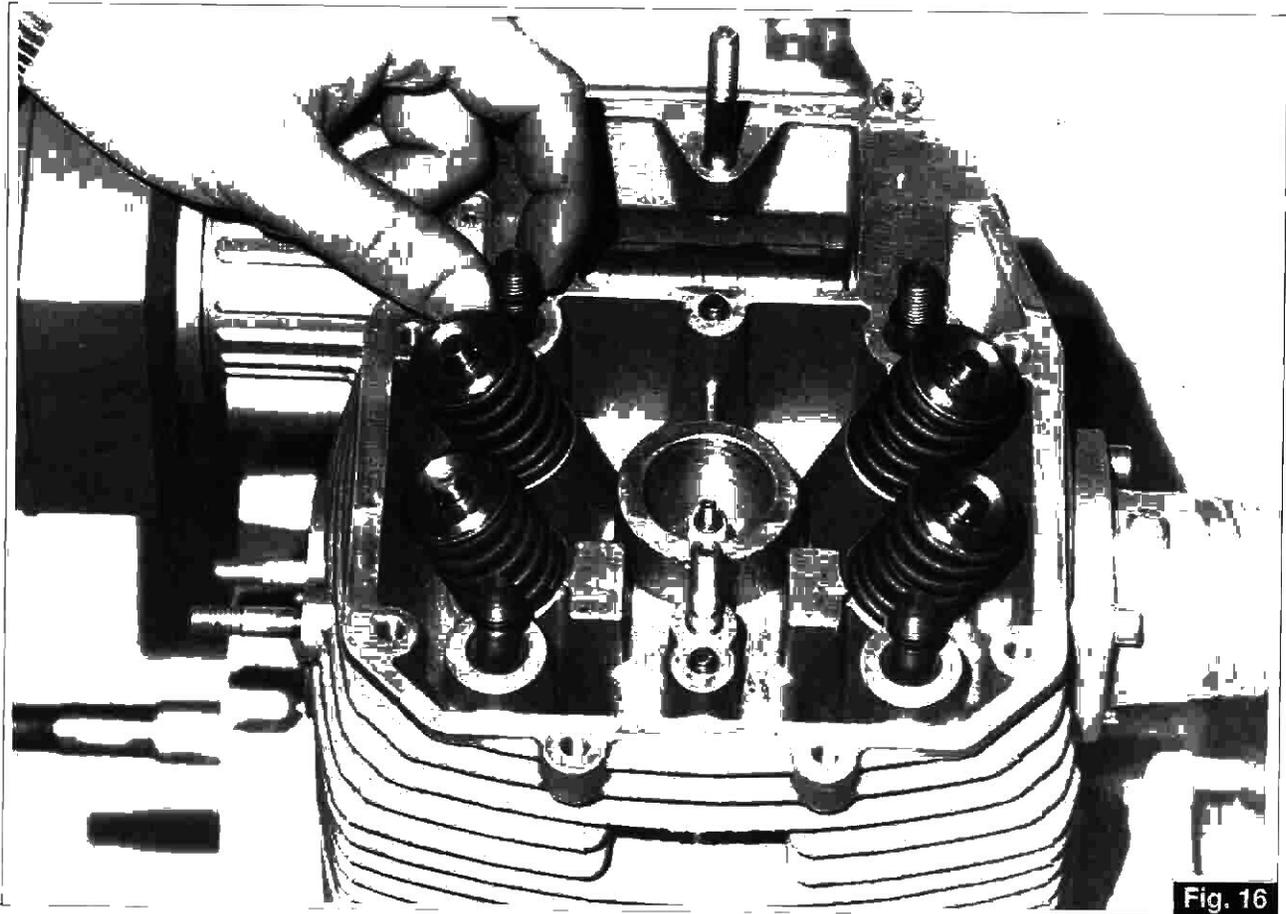

Fig. 16
- Togliere i 4 anelli OR sui prigionieri di tenuta cilindro. (fig. 16)
- Remove the 4 OR rings on the cylinder seal stud bolts (fig.16)